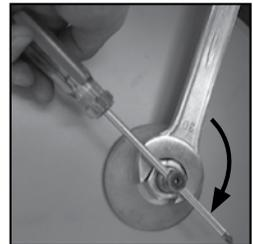

Fig. 3
4. Halten Sie mit dem mitgelieferten Dorn die Schneidwelle fest und lösen Sie mit dem Gabelschlüssel (im Lieferumfang enthalten) die Spannmutter. **Linksgewinde!** Entfernen Sie die Spannmutter, den Druckflansch und vorsichtig die Diamant-Trennscheibe (16).
5. **Fig. 3** Vor dem Einbau der neuen Diamant-Trennscheibe (16) reinigen Sie die Schneidwelle und den Blattflansch mit einem Lappen oder Pinsel. **Achtung!** Benutzen Sie keine Reinigungsmittel, welche die Bauteile angreifen können.